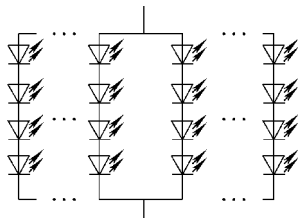
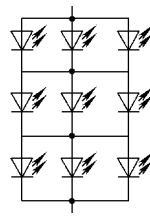

图 2-13 一字混联
图 2-14 田字混联
- 3) LED 混联方式具有不同的类型,图 2-13 和图 2-14 就是两种不同的连接方式。